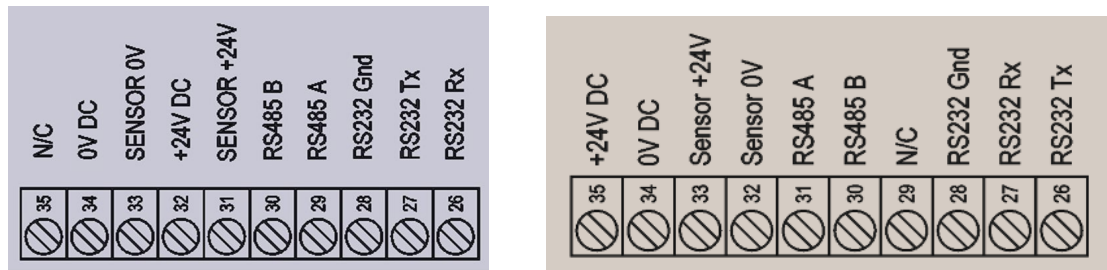

Abbildung 8: HC06 und HC07 – Unterschiede bei der Belegung des 10poligen Steckverbinders
Der Hydro-Control (HC07) verwendet den gleichen 10poligen Steckverbinder für Spannungsversorgung und Sensoranschluss wie Installationen mit dem HC06. Die Belegung **des 10poligen Steckverbinders unterscheidet sich jedoch zwischen HC06 und HC07**, siehe Abbildung 8.
Abbildung 8 zeigt die Unterschiede bei der Kabelkonfiguration zwischen der Installationsverkabelung des HC06 und den für den HC07 benötigten Verbindungen.
- Änderung der Belegung des HC06-Steckverbinders entsprechend dem HC07 (siehe Abbildung 8)
Falls der Kabeladapter HC06-nach-HC07 (Artikelnr. 7060) nicht verfügbar ist, kann die Belegung der 10poligen Klemmenleiste entsprechend der Belegung der HC07-Klemmenleiste geändert werden, siehe Abbildung 8.